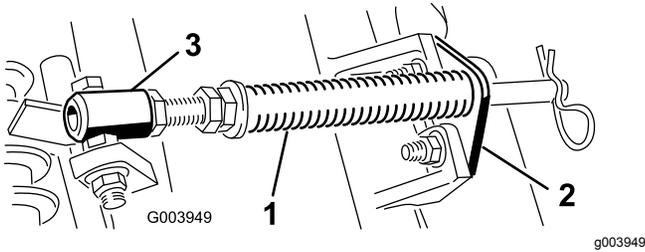

Рисунок 5
- A. Удалите два каретных болта и две гайки, которые крепят кронштейн штока к выступам режущего блока (**Рисунок 5**).
- B. Выверните фланцевую гайку крепления болта трубки пружины к выступу несущей рамы (**Рисунок 5**). Снимите этот узел.